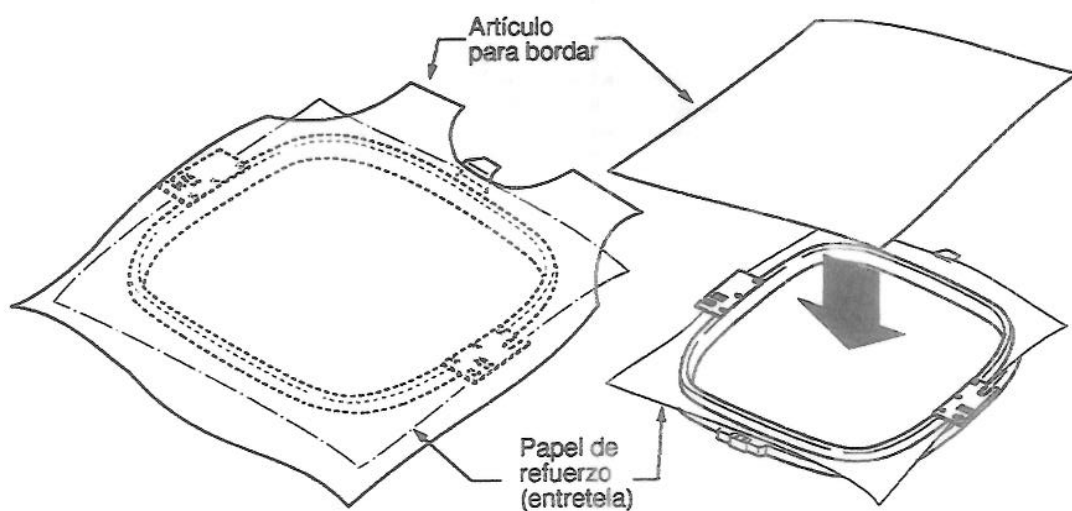

Figura 8-2
(2) Bordado para usar. (Ver Figura 8-2.)